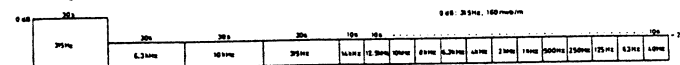

Fig. 11-4 Cinta de prueba STD-331B
- STD-331B* : Ajustes de reproducción (ver la Fig. 11-4)